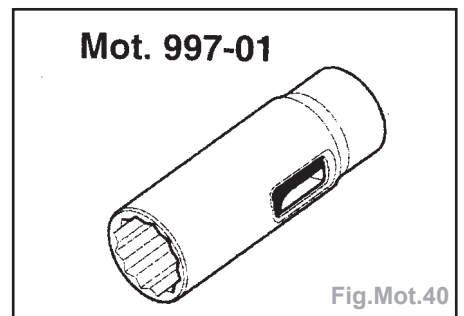

Fig.Mot.40
- Si le Mot. 997-01 ne rentre pas sur le capteur, desserrer les vis de fixation de la rampe de quelques tours de manière à libérer celles-ci (Fig.Mot.40).